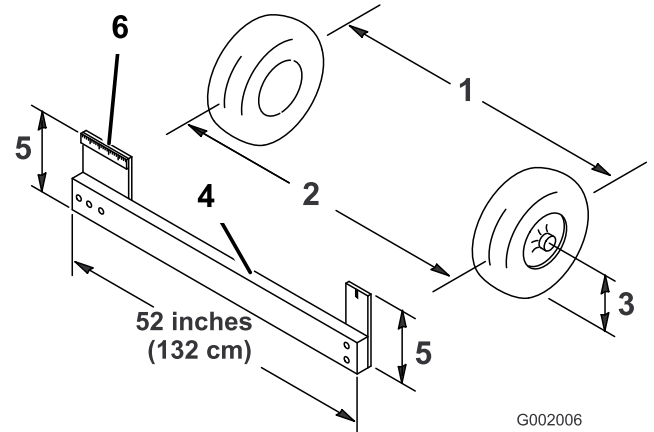

Figura 51
- Mida la distancia entre los neumáticos delanteros a la altura del eje, en la parte delantera y trasera de las ruedas (Figura 51).
Nota: Necesitará una plantilla o un indicador de alineación para medir la parte delantera de las ruedas delanteras a la altura del eje. Utilice la misma plantilla para medir con precisión la parte delantera de las ruedas delanteras a la altura del eje (Figura 51).